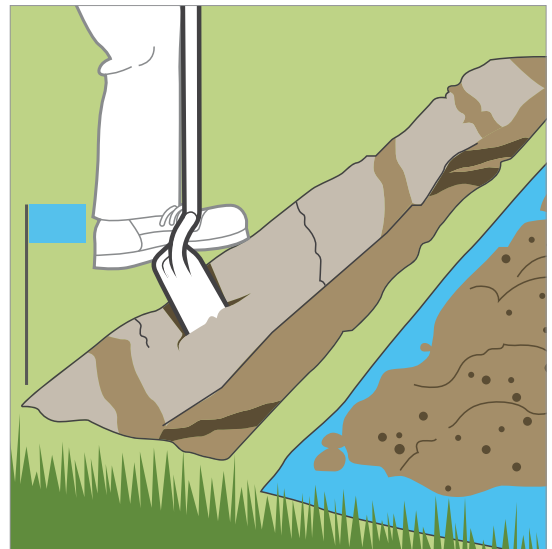

Figura 2
4. Zanjás: Consulte la normativa local. Si no existe una normativa local para la profundidad de la tubería principal de aspersores, cave una zanja de 25 a 30 cm de profundidad. La zanja será de 15 a 20 cm para las tuberías laterales. Las zanjás se pueden cavar a mano o con una zanjadora, que se puede conseguir en la mayoría de los comercios de alquiler de maquinaria *Figura 2.*